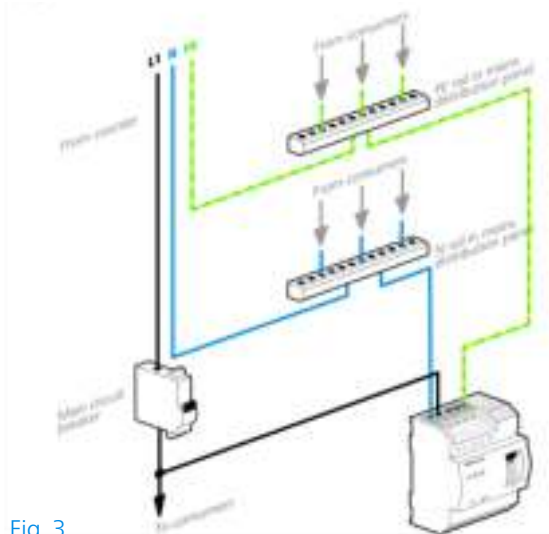

Fig. 3
- **Eenfasige aansluiting:** de nuldraad en fasedraad worden aangesloten op de klemmen **N** en **L1** (zie afb.3).